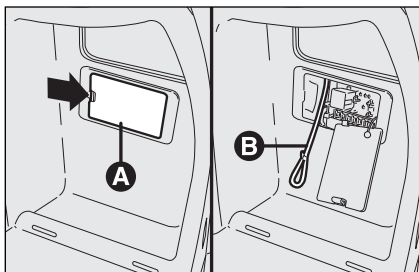

fig. 29
- open de klep **A-fig. 29** van de zekeringen- en relaiskast rechts in de bagageruimte op het door de pijl aangegeven punt;